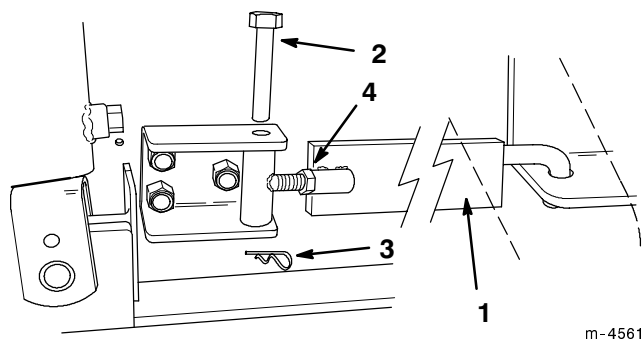

Figure 14
19. Monter les barres latérales de chaque côté, comme illustré à la Figure 14. Les décalcomanies doivent être visibles sur chaque barre après montage.
20. Si la mise en place des barres est malaisée, les retirer, desserrer le contre-écrou et visser les deux parties de chaque barre latérale dans un sens ou dans l'autre, pour les écarter ou les rapprocher, de manière à ajuster la barre le plus exactement possible (Fig. 14). Resserrer ensuite le contre-écrou.
2. Retirer les goupilles épingles et les axes de fixation des barres latérales, et déposer les barres (Fig. 14).